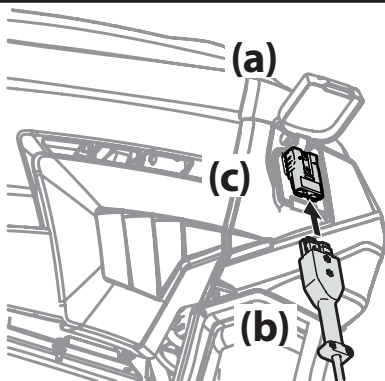
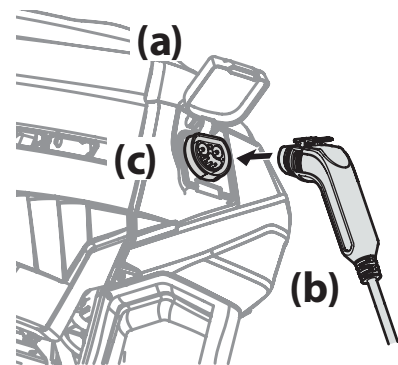

Figure 13
Figure 14
1. Relevez le couvercle de la prise de recharge (a). Voir Figure 13 pour le style 1 et la Figure 14 pour le style 2.
2. Branchez le cordon de recharge (b) du chargeur dans la prise (c). Voir la Figure 13 pour le style 1 et la Figure 14 pour le style 2.